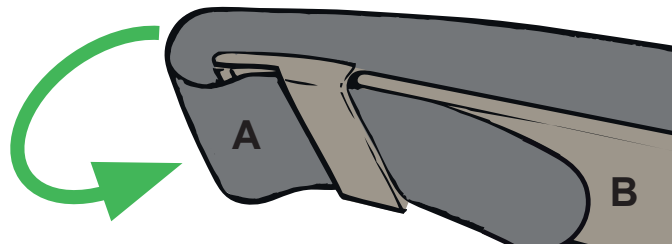

Fig. 6
9. Doble la correa transversal (A) alrededor de la guía de correa (B). Vea la fig. 6